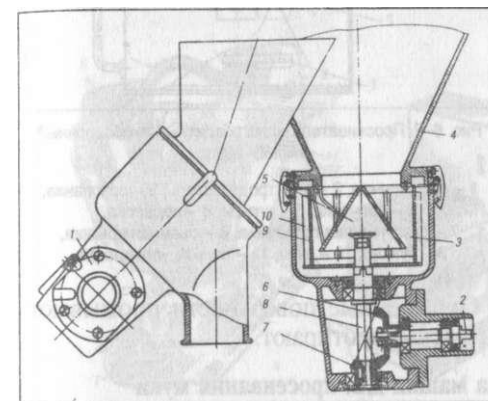

Рис. 6-2. Просеиватель МС24-300
**Просеиватель МС24-300 (рис. 6-2).** Просеиватель является сменным исполнительным механизмом к универсальному приводу ПУ-0,6. Он состоит из корпуса, конического редуктора с хвостовиком, просеивающего барабана и бункера с прикрепленным к нему рассекателем. На рабочем валу редуктора установлен барабан, который состоит из каркаса и металлической сетки. В комплект машины входят три сменных барабана с различными отверстиями сита 1,4;2,8;4,0 мм.